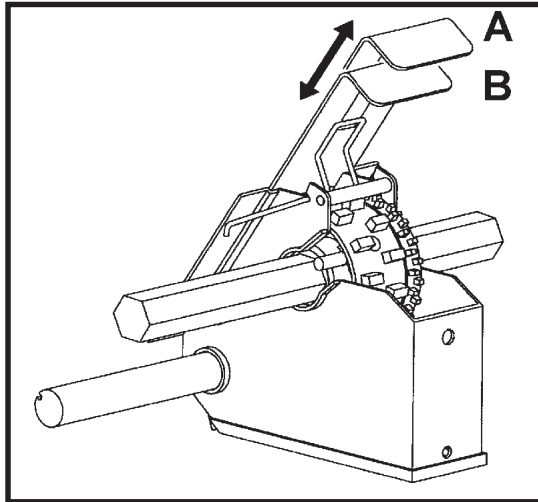

fig. 3
- 5) Placer les PLETINES DE FERMETURE de tous les distributeurs (fig. 3) dans la position recommandée selon le type semence à semer, en accord avec le tableau de la pag.